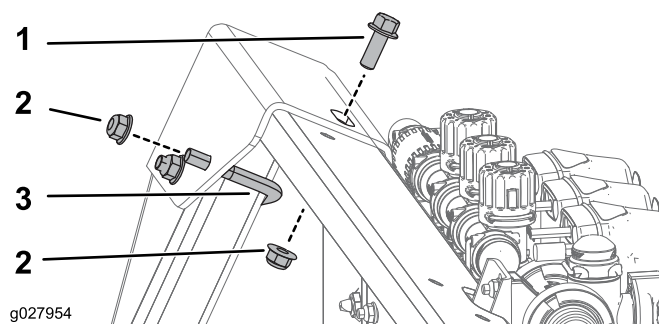

Figura 3
2. Fissate la parte posteriore della staffa superiore servendovi di 1 bullone a U, 1 bullone (3/8-16 x 1 poll., GR5), e 3 dadi flangiati (3/8-16 poll.) come illustrato in Figura 3.